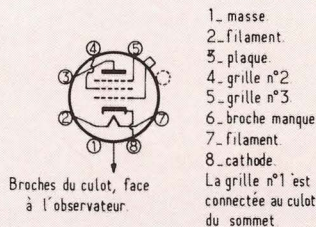
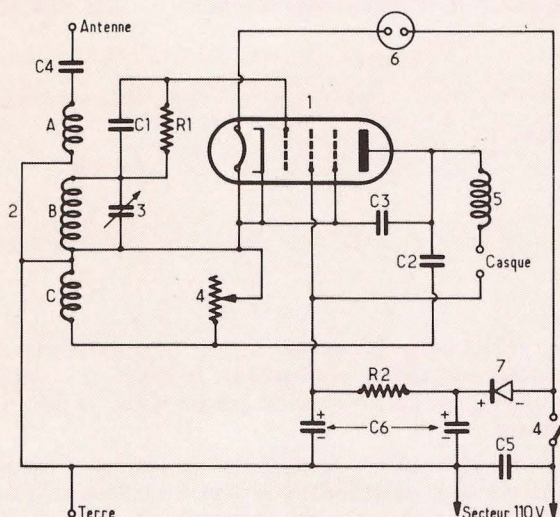

Figure 1
Figure 3
Concernant l'article sur l'amplificateur STT 3000 Merlaud paru dans notre précédent numéro (320) : Il est signalé que le seul réglage à effectuer est celui des courants de repos des amplificateurs. C'est exact, mais dans le cas du kit Merlaud les circuits imprimés sont pré-réglés et donc aucun réglage n'est à effectuer si l'on achète cet ensemble en kit. Sur la fig.1, il manque une résistance de $1k\Omega$ dans le collecteur. L'impédance des H.P. et du casque est de 8Ω .
— **1) Lampe 6K7 ou 6M7.** C'est une pentode HF que l'on trouve plus communément sous boîtier métallique (6K7MG) mais qui existe aussi tout verre (6K7G). On la trouve en fonction haute fréquence ou moyenne fréquence que le récepteur soit un petit « tous-courants » ou un modèle dit « alternatif », c'est donc un tube classique, d'ailleurs toujours en vente actuellement. Il comporte un culot octal dont le brochage est indiqué par la **figure 1** (vue du dessous). Ici, dans notre montage, nous alimentons le filament d'une façon bien simple : sur le secteur, en série avec une lampe d'éclairage de 40 watts en 120/125 volts.
— **6) Lampe d'éclairage 120/125 V, 40 W.** Ce qui est représenté là, sur la figure 1 comme sur la figure 3, c'est un socle de prise de courant destiné à recevoir la fiche d'une lampe de chevet ou de bureau. En effet il est intéressant de se servir de cette lampe, nous le répétons de **120/125 V, 40 W**, pour s'éclairer.